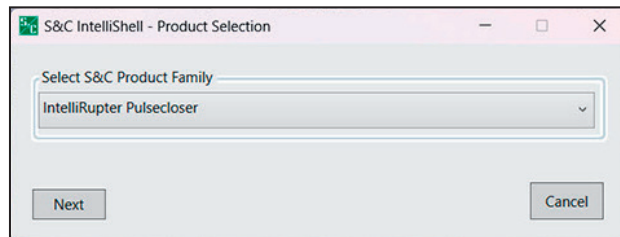

Figura 22. La ventana de diálogo Selección de Productos—IntelliShell de S&C.
**PASO 2.** Seleccione la opción **IntelliRupter PulseCloser** para actualizar un control Interruptor de fallas IntelliRupter. Haga clic en el botón **Serial** o **Wi-Fi** según el método de comunicación utilizado para conectarse al control. Ver Figura 22.